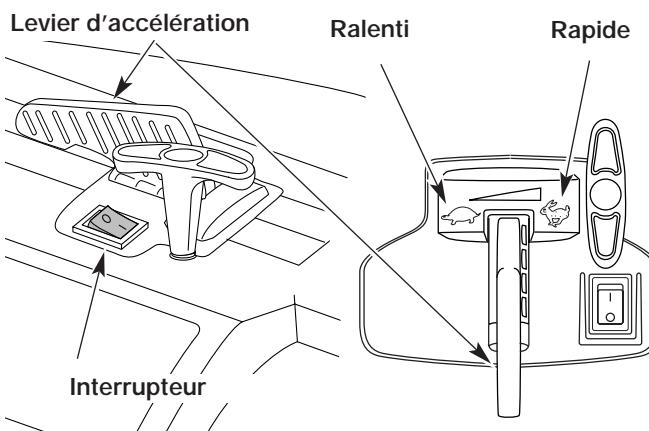
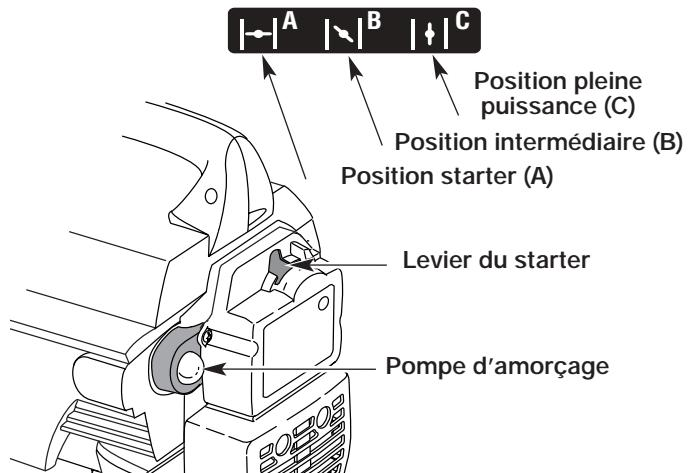

Fig. 10
Fig. 11
REMARQUE : Le contact d'allumage est un commutateur temporaire et est toujours en position MARCHE (I) (Fig. 10).
- Pressez et relâchez 10 fois la pompe d'amorçage, lentement et complètement. Le carburant doit être visible dans la pompe (Fig. 11). S'il ne l'est pas, appuyez trois fois de plus ou jusqu'à ce qu'il apparaisse.
- Placez le levier du starter en position starter (A) (Fig. 11).
- L'appareil étant au sol, faites passer le levier d'accélération en position rapide (↗) (Fig. 10).
- Placez le levier du starter en position intermédiaire (B) (Fig. 11).
- Laissez le moteur chauffer pendant 5 à 10 secondes. Placez le levier du starter en position pleine puissance (C) (Fig. 11).
REMARQUE : Si le moteur est noyé lors de la tentative de démarrage, mettez le levier du starter en position pleine puissance (C). Mettez le levier d'accélération en position rapide (↗) (Fig. 10). Tirez énergiquement sur la corde du lanceur. Le moteur doit démarrer après 3 (trois) à 8 (huit) tentatives.
REMARQUE : Il n'est pas nécessaire d'utiliser le starter pour démarrer un moteur chaud. Mettez la manette des gaz en position de haute vitesse (↗) (Fig. 10), puis démarrez l'appareil en position d'étranglement PARTIEL (B ↗) (Fig. 11).
- Mettez le levier d'accélération en position de ralenti (↗) (Fig. 10). Laissez le moteur se refroidir en tournant au ralenti.
- Appuyez sur le contact d'allumage et maintenez-le en position ARRÊT [O] jusqu'à ce que le moteur s'arrête complètement (Fig. 10).
1. Mettez l'interrupteur en position ARRET [O] (Fig. 10) et attendez que le rotor s'arrête de tourner.